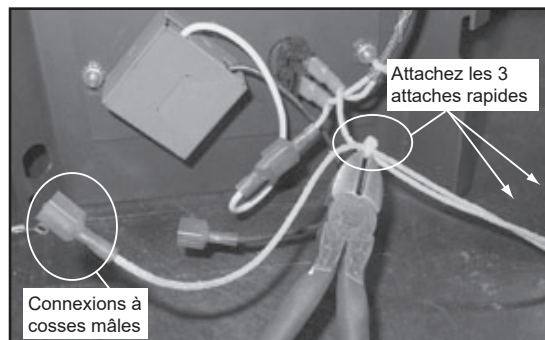

Figure 22.2
4. Identifiez le fil avec la cosse mâle (ce qui était à l'origine relié au fil blanc (neutre) sur le cordon électrique) et reliez-le à l'aide des trois petites attaches au reste du harnais (**Figure 22.2**).